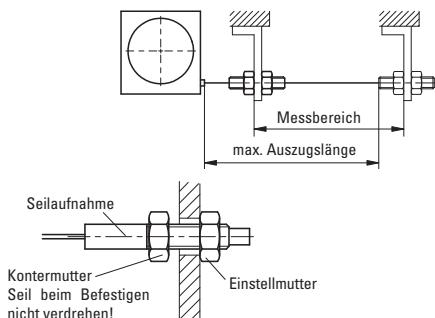

Abb. 2: Prüfung Auszugslänge
- Nach der Befestigung des Seilzuggebers ist die maximale Auszugslänge zu prüfen (siehe Abb. 2). Das Seilabschluss-Stück (Seilaufnahme, Konter- und Einstellmutter) bzw. das Seil muss dazu bis an die vorgesehene Befestigungsstelle ausgezogen werden. Das Seil darf dabei nicht verdreht werden.
Das Seil muss lotrecht zum Seilausgang geführt werden (siehe Abb. 2).